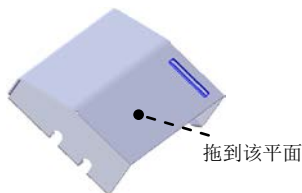

图 9.41 成形特征 1
Step17. 创建图 9.41 所示的成形特征 1。
(1) 单击任务窗格中的“设计库”按钮，打开“设计库”对话框。
(2) 单击“设计库”对话框中的 ch09 节点，在设计库下部的列表框中选择“hearter_cover_shaped_tool_01”文件，并拖动到图 9.41 所示的平面，在系统弹出的“成形工具特征”对话框中单击按钮。